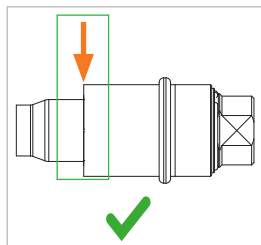

Figure 4
- ▶ Poussez le manchon (Pos. 1) à la main vers l'avant, jusqu'à ce qu'il soit au niveau des mâchoires de serrage (Pos. 3) (Figure 4). Le connecteur est à présent raccordé.